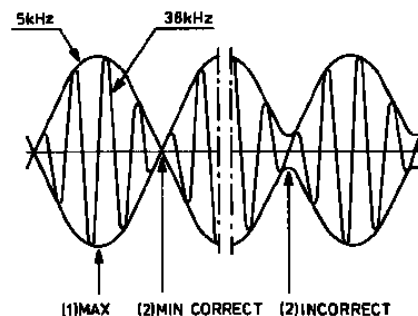

Fig.1
- 3 Schliesse einen Oszillografen an. Justiere das S-Signal auf Maximum (1), und so dass ein scharfer Nulldurchgang erhalten wird. Die Umhüllungskurven das L- und R-Signals sollen sich auf der Nullachse schneiden (2) Siehe Abb. 1.
- 3 Collegare un oscillografo. Regolare gli involucri del segnale S su massimo (1) perchè il passaggio per lo zero sia preciso (2). Gli involucri del segnale L e R debbono tagliarsi sull'asse dello zero (2), vedi Fig. 1.